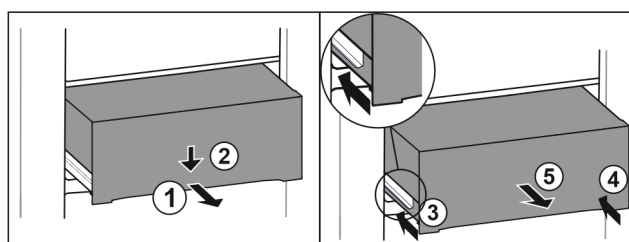

Fig. 129
- ▶ Zásuvku napůl vytáhněte. Fig. 129 (1)
- ▶ Stlačte zásuvku na přední straně dolů. Fig. 129 (2)
- ▶ Zasuňte levou kolejničku přibližně do 2 cm. Fig. 129 (3)
- ▶ Zasuňte pravou kolejničku přibližně do 2 cm. Fig. 129 (4)
- ▶ Vyjměte zásuvku dopředu. Fig. 129 (5)